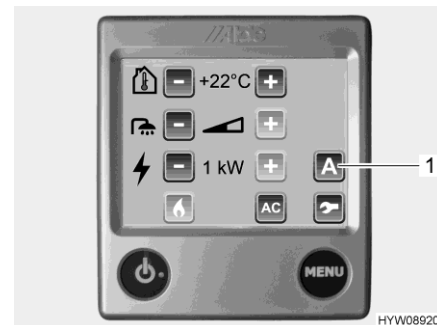

Fig. 166 Menú de ajuste (ventilador adicional)
El ventilador adicional es controlado a través de la unidad de mando (Fig. 166) de la calefacción de agua caliente.
- Pulsar el botón "A" (Fig. 166,1). Se visualizarán las funciones.